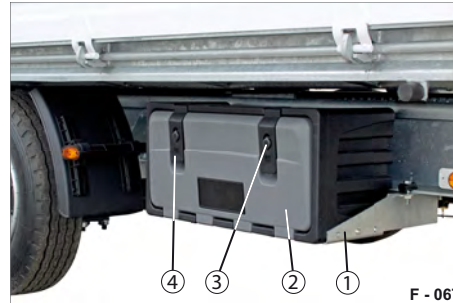
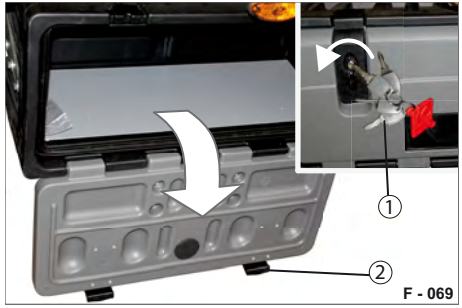

Abb. 92 Werkzeugkasten am Fahrgestell
Abb. 94 Werkzeugkasten geöffnet
- Entfernen Sie die Abdeckungen (Abb. 92/2) von den Schloss-Zylindern und schließen Sie den Deckel (Abb. 92/1) mit dem Schlüssel (Abb. 94/1) auf.
- Ziehen Sie die Verschlüsse (Abb. 94/2) von unten heraus und schwenken Sie diese nach unten.
- Haken Sie die Verschlüsse (Abb. 94/2) von oben ein und drücken Sie diese unten nach. Der Deckel ist verschlossen.
- Schließen Sie mit dem Schlüssel (Abb. 94/1) ab und stecken Sie die Abdeckung auf die Schloss-Zylinder (Abb. 92/2) auf. Der Werkzeugkasten ist abgeschlossen und gesichert.